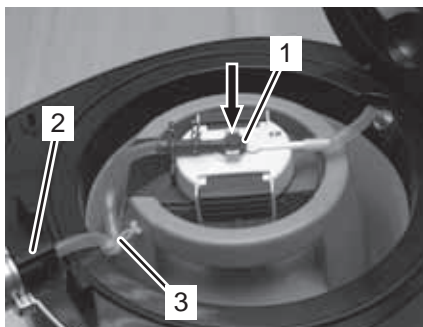

Fig. 29
14. Pour soutirer, veuillez introduire doucement le raccordement de bière (Fig. 29/1) dans l'adaptateur de distribution. Appuyez énergiquement pour surmonter la résistance du bouchon dans le fût.
16. Introduisez le bloc de verrouillage (Fig. 29/2) dans l'auge sur l'appareil.
17. Fixez le tuyau distributeur à l'aide du garrot (Fig. 29/3).